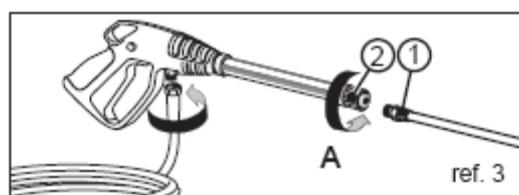

Рис. 3
Для установки струйной трубы на пистолет достаточно вставить резьбовой конец струйной трубы (см. рис. 3, поз.1) в отверстие на пистолете (см. рис. 3, поз. 2); затем ввернуть струйную трубку, как указано стрелкой (A) до полного соединения (см. рис. 3).